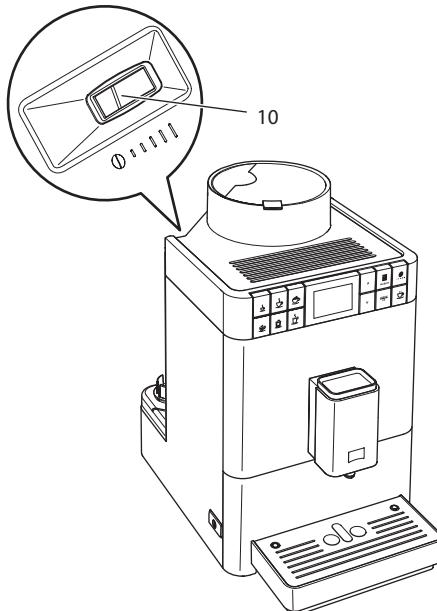

Fig. 16: Palanca para ajustar del nivel de molido
2. Mueva la palanca hacia la izquierda o derecha, como se muestra en Fig.16.